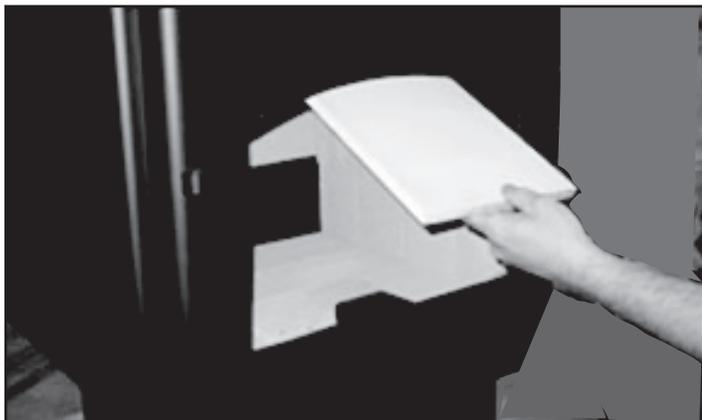

Figure 24.1 - Défecteur
2. La plaque-défecteur est en deux parties. Quand la laine céramique isolante est en place, glissez une des parties du déflecteur par-dessus l'autre et sortez-la par l'ouverture de la porte, puis enlevez la partie du bas (**Figure 24.1**).